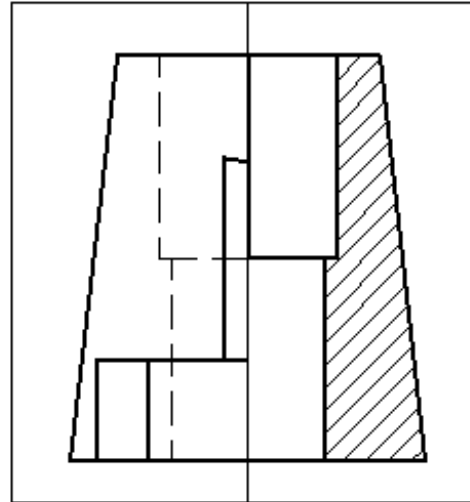

Рис. 43
**Совмещаем половину вида слева с половиной профильного разреза (рис.43)**